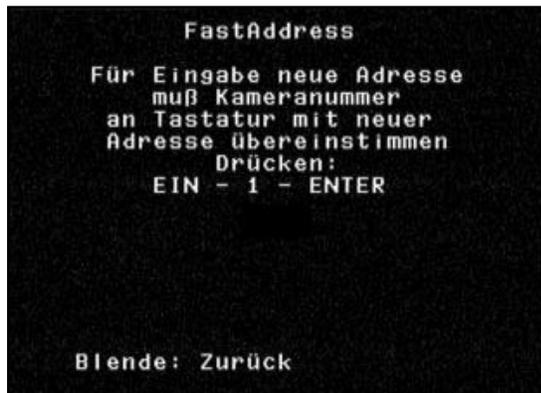

Abbildung 3B Adresse löschen
- a. Mit einer der oben beschriebenen Methoden den FastAddress-Betrieb aktivieren und dann die Anweisungen auf dem Bildschirm ausführen (siehe ABBILDUNG 3B).